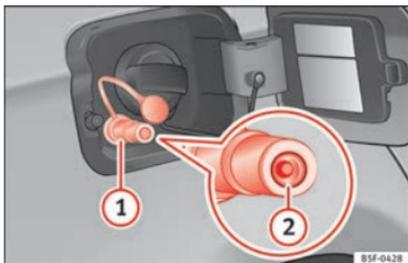

Fig. 173 Tapa del depósito abierta: boca de carga de gas ①, retén de la boca de carga ②.
- Destape la boca de carga de gas » » fig. 173 ①.